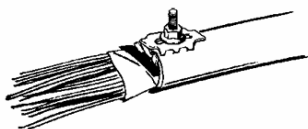

Рис. 4.12. Установка крышки экранного соединителя.
4.2.6. Установить крышку соединителя на винт основания и стянуть обе части гайкой (рис. 4.12.). Убедиться, что хвостовые контакты основания и крышки соединены.